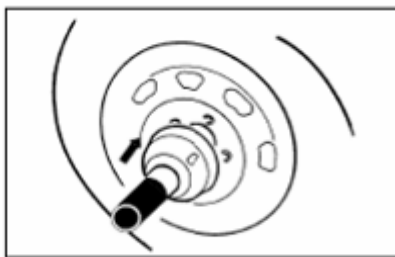

Рис. 8 Установка на вал колеса и зажимной втулки
- Установить зажимаемое колесо на центровочный конус или центровочное кольцо, удерживать его вручную примерно вертикально и одеть зажимную втулку с выбранным зажимным средством (нажимной горшок, нажимное кольцо или сменный фланец) на зажимной патрон (рис. 8).